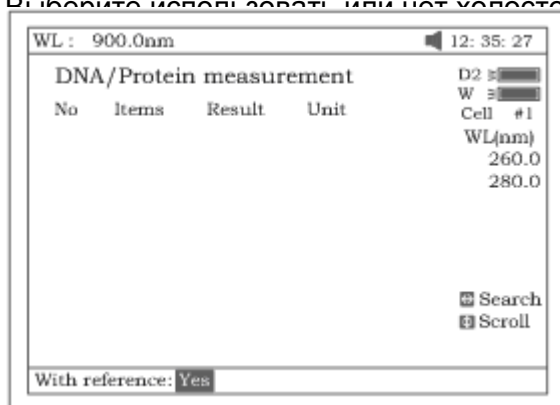

Рисунок 63.
- Выберите метод zero, или холостой раствор ("With reference") (рис.63).
*Примечание: если холостой раствор не используется (выбрано «No»), значение оптической плотности (**Abs**) холостого раствора принимается равным «0» (рис.63).*